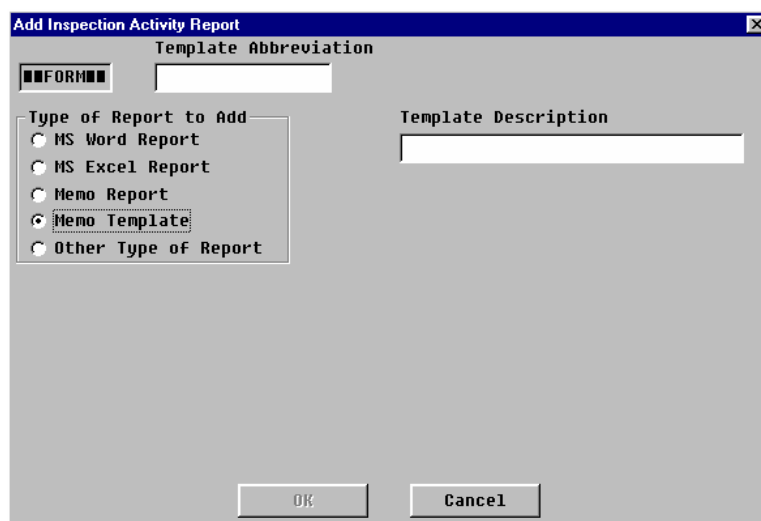

Figura 13.13. Ventana Agregar un Reporte de Actividades de Inspección, Creando una Plantilla Memo
- **Memo Template:** Este botón se emplea para crear nuevas plantillas de memos. Cuando usted seleccione el botón *Plantilla Memo*, la ventana Agregar un Reporte de Actividades de Inspección cambiará, como se muestra en la Figura 13.13.